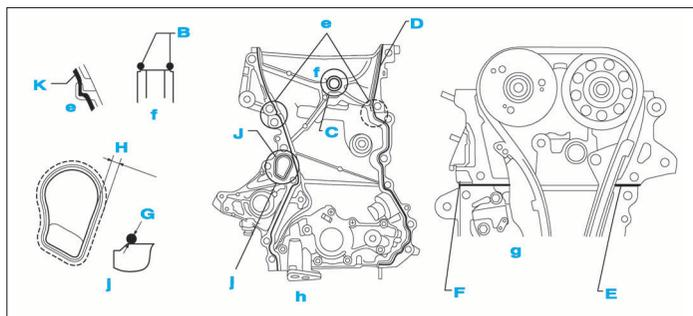

FIG. 35
• Apposer de la pâte d'étanchéité comme illustré (Fig.35).